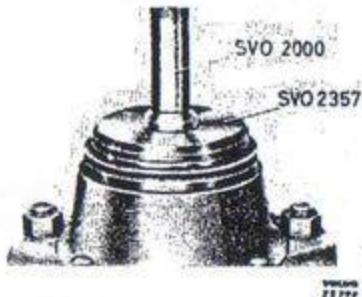
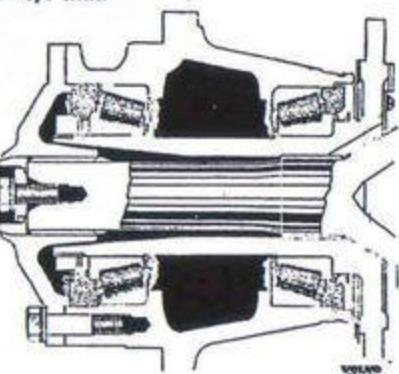

Bild 116. Montering av täfningsring.
Bild 117. Smörjning av framhjulslager.
- Montera bromssköld, nav, drivfläns, bromstrumma och hjul. Bestryk navets styrning för bromstrumma och hjul med fett för att förhindra rostbildning. Beträffande smörjning av hjullager se sid 86. Innan navet monteras pressas tätningsringen i enligt bild 116. Mellan den på bromsskölden placerade tätningsringen och bromstrumman bör vara ett mellanrum på 0,3—0,4 mm.
- Montera övriga delar i motsatt ordningslöjd mot demonteringen. Pressa i navets tätningsring enligt bild 116. Fyll på olja i framaxelkåpan. Smörj rzeppaknuten.
- ningsringen med dorn SVO 2357 enligt bild 116. Täfningsringens gummiläpp skall vändas mot lagret och ringens anliggningsyta skall bestrykas med ett fint lager fett. Fyll fett utanför lagren enligt bild 117.